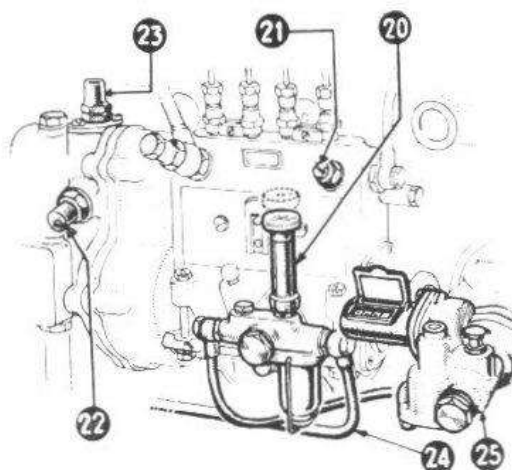
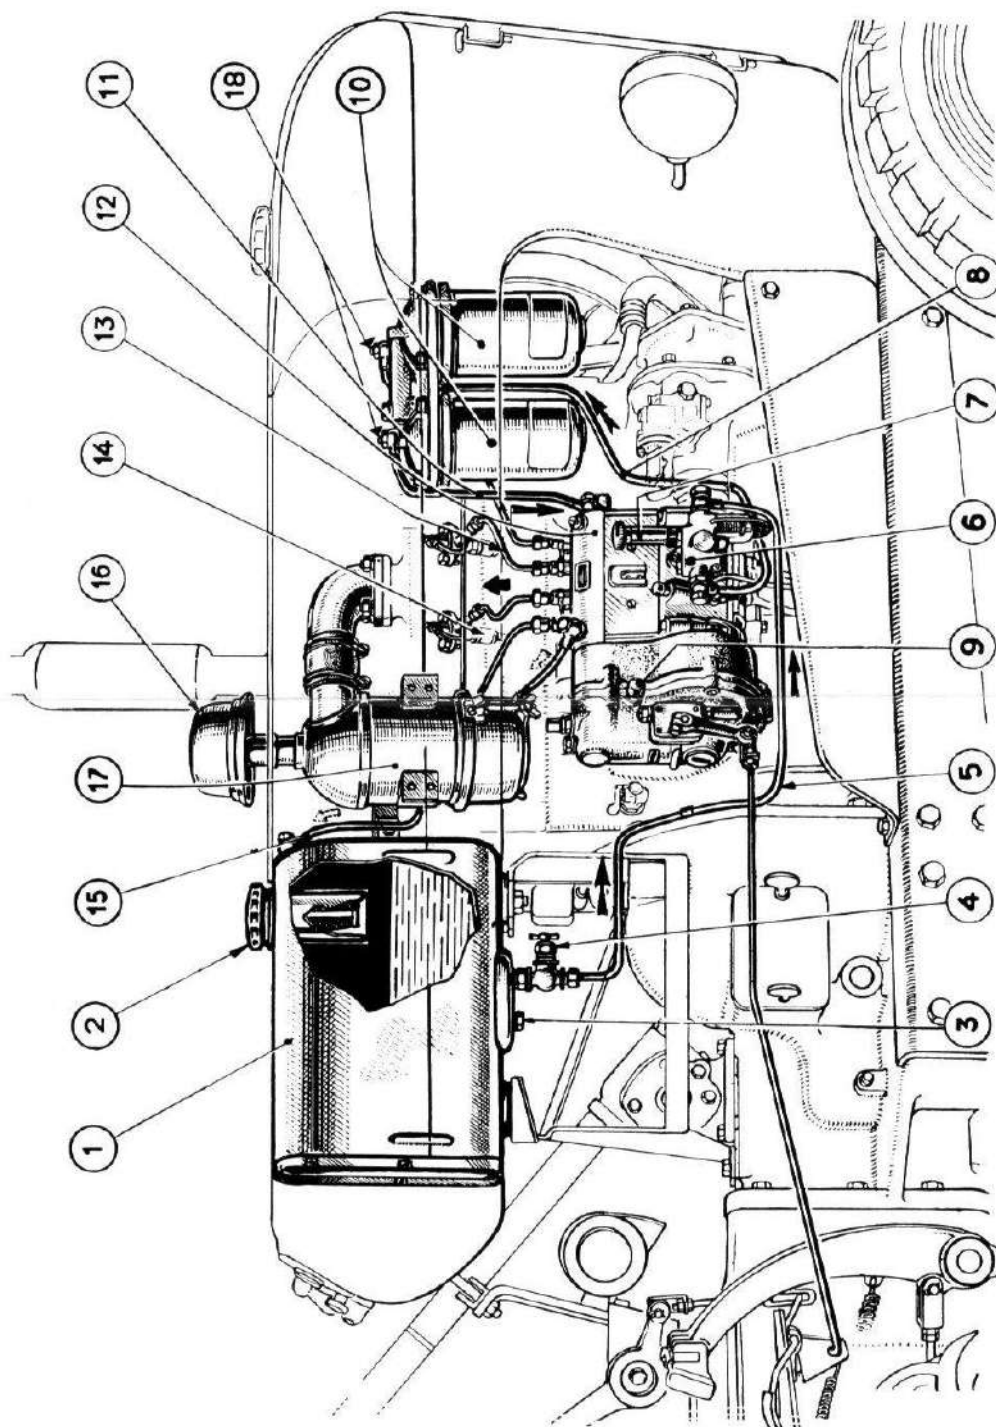

Fig. 11.
Fig. 14. — Schéma d'alimentation du moteur.
- 3° Ouvrir le robinet du réservoir, rep. 4, fig. 14. Procéder au remplissage des canalisations et des filtres, puis purger d'air en opérant comme suit :
- a) Dévisser d'un tour, les deux vis de purge, rep. 18, fig. 14, disposées à la partie supérieure des filtres. Dévisser à la main le chapeau de la pompe d'amorçage, rep. 20, fig. 11.
- b) Dévisser d'un tour la vis de purge, rep. 21, fig. 11, située à la partie supérieure de la pompe à injection, et actionner à nouveau le piston de la pompe à main. Dès que le combustible sortira sans bulle d'air, rebloquer la vis, et, après quelques coups de pompe supplémentaires, revisser à fond le chapeau de cette dernière sur son corps, afin d'éviter des entrées d'air sur la périphérie du piston qui n'offre qu'une sécurité relative au point de vue étanchéité.
- 4° Pousser le bouton de surcharge, rep. 22, fig. 11, qui a pour rôle, en libérant la crémaillère, d'augmenter le débit de la pompe d'injection.
Pour mettre le moteur en marche lorsqu'il est encore chaud, il n'est pas nécessaire de pousser le bouton de surcharge (rep. 22, fig. 11).
Fig. 14 a. — Schéma de graissage du moteur.